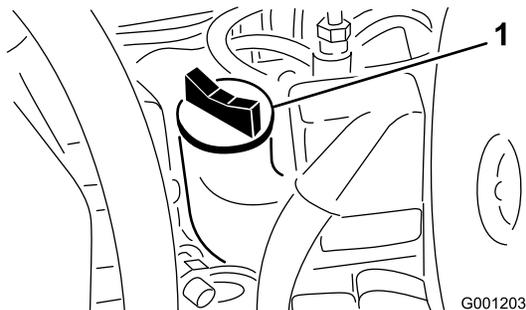

Figura 22
3. Se il livello dell'olio non raggiunge il segno di pieno, togliete il tappo di riempimento (Figura 22) e rabboccate con olio fino a portarlo al segno Full sull'asta di livello. **Non riempite troppo..**